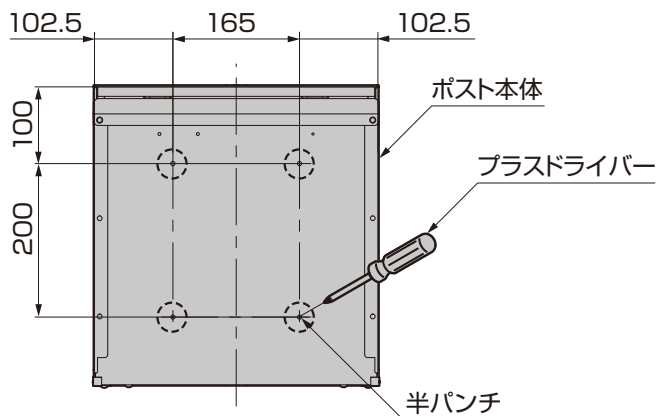

図3-1
- ① ポスト本体の背面4ヶ所の半パンチにプラスドライバーをあてハンマーなどでたたいて、穴をあけてください。(図3-1参照)